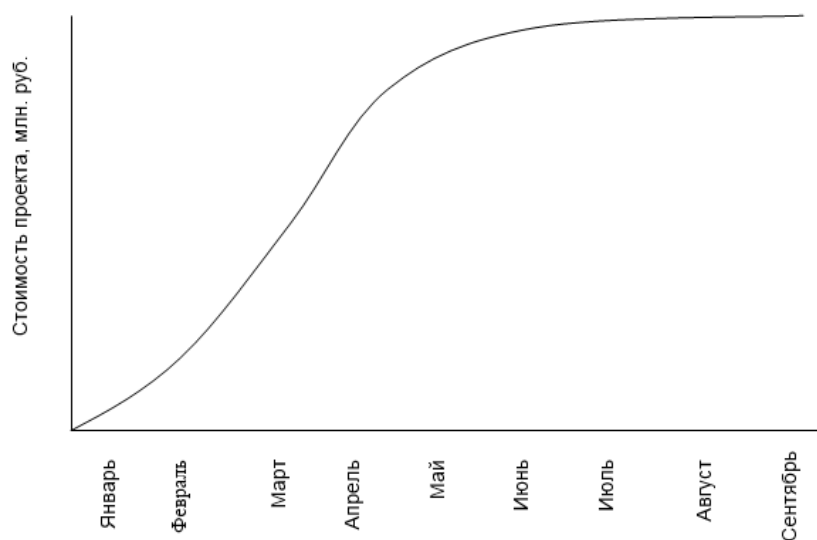

Рис. 6.8. Линейная диаграмма распределения во времени кумулятивных затрат проекта
5) линейных диаграмм распределения во времени кумулятивных затрат (рис. 6.8);